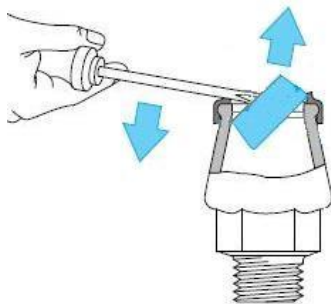

Figure 6
1. Enlever prudemment l'anneau de serrage (voir fig. 6).